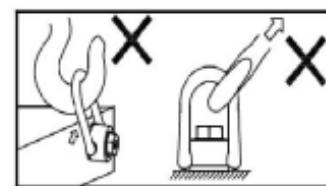

图2
- 使用旋转吊环前，须检查是否为适当的应用方向，且吊环与工作物间不可有任何的阻碍，如<图2>所示。